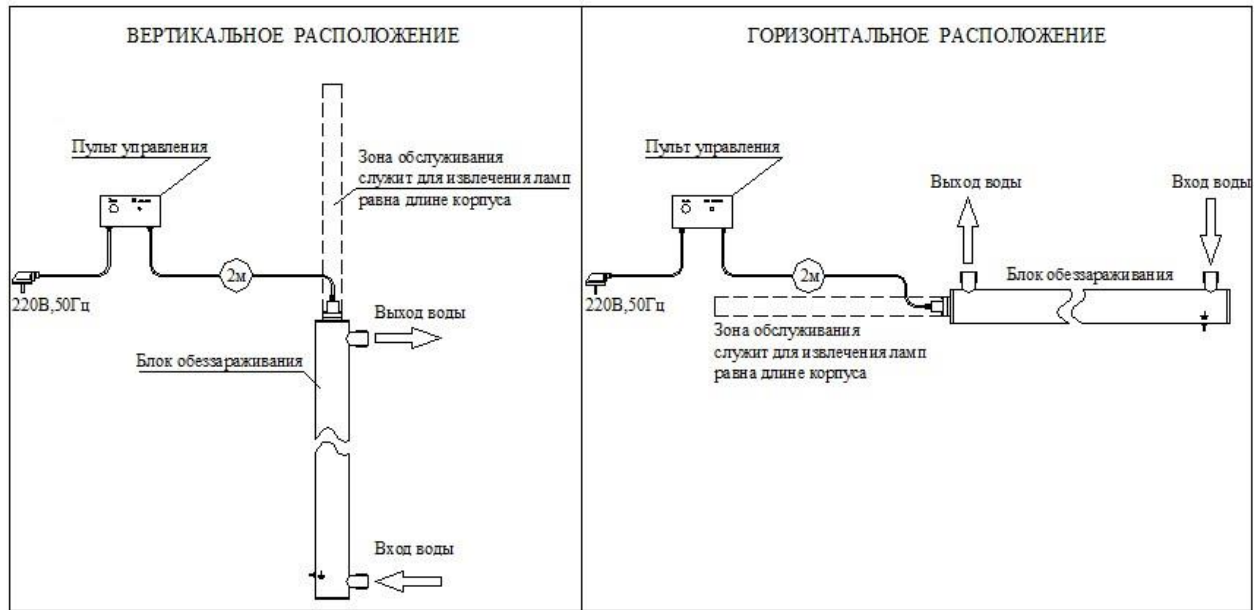

Рис. 1 Общий вид установки типа «ОДВ» расположение установки
4.1. Установка состоит из: блока обеззараживания и пульта управления. Исходная вода подается через входной патрубок (стрелка подачи воды на Рис.1), обеззараженная вода выходит через выходной патрубок. На корпусе УФ установки имеется болт заземления.
6.1. Закрепите БО в вертикальном или горизонтальном положении Рис.1. Рядом с БО разместите ПУ. Подвесьте в удобном для наблюдения месте пульт управления. Свободное пространство (не менее длины установки) перед БО необходимо для выема кварцевых колб при ремонте установки.